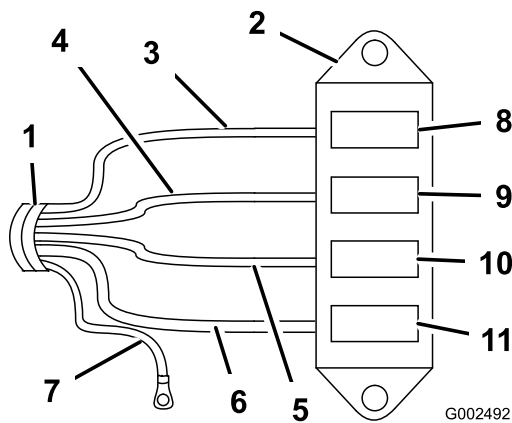

図 7
- ハーネスの各線をヒューズ・ブロックに配線する (図 7)。